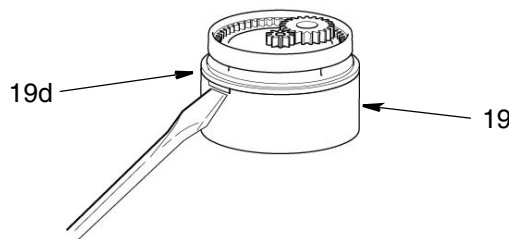

FIG. 13
6. Insira uma chave de fenda na fenda existente no conjunto do pistão (19) e force a tampa do pistão, a fim de removê-la (19d). Consulte FIG. 13. Remova todas as peças.